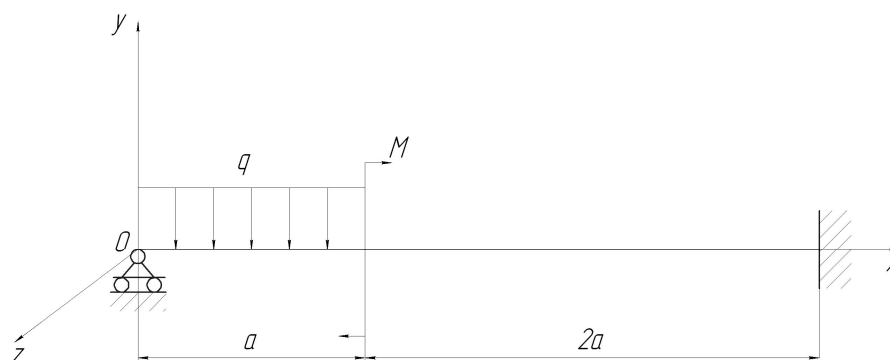

Рис. 3.1. Геометрия балки
1) В качестве примера возьмем балку с двутавровым поперечным сечением (рис. 3.1).